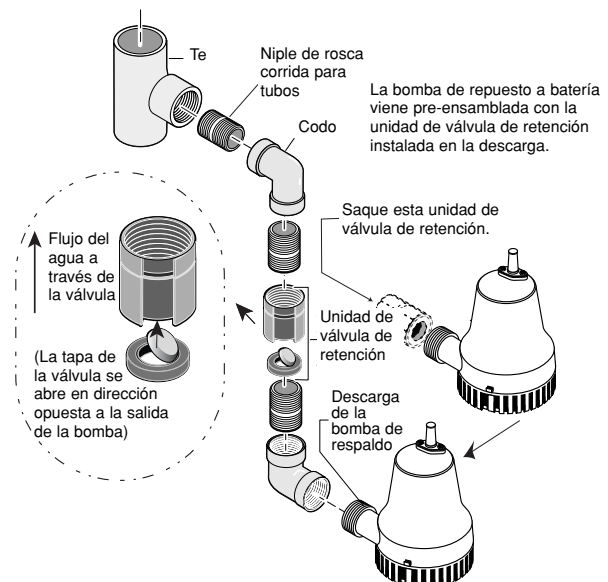

Figura 5 – Saque la válvula de retención pre-ensamblada
- Saque la unidad de válvula de retención (Claves No. 4 en la página 43) de la descarga de la bomba de respaldo a batería (Clave No. 5) y póngala a un lado. Consulte la Figura 5. La unidad de válvula de retención se usará más tarde durante el ensamblaje.
- Enroque la unidad de válvula de retención que había sacado en el Paso 2, en el niple de rosca corrida para tubos. **AVISO:** Verifique que la válvula de retención esté instalada en la dirección correcta. Consulte el dibujo en el recuadro de la Figura 5.